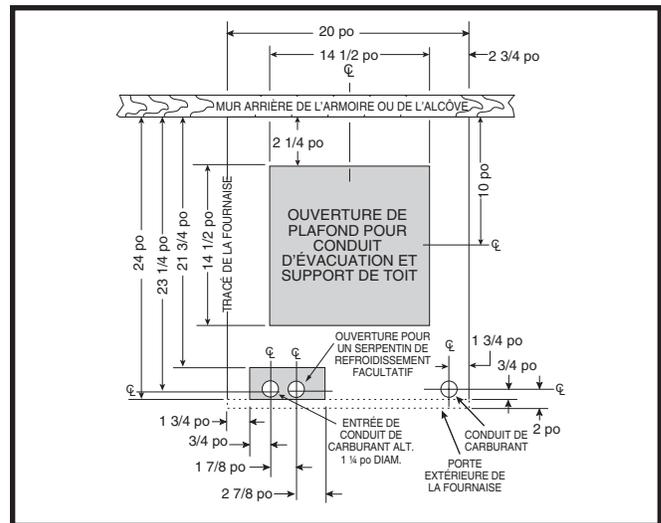
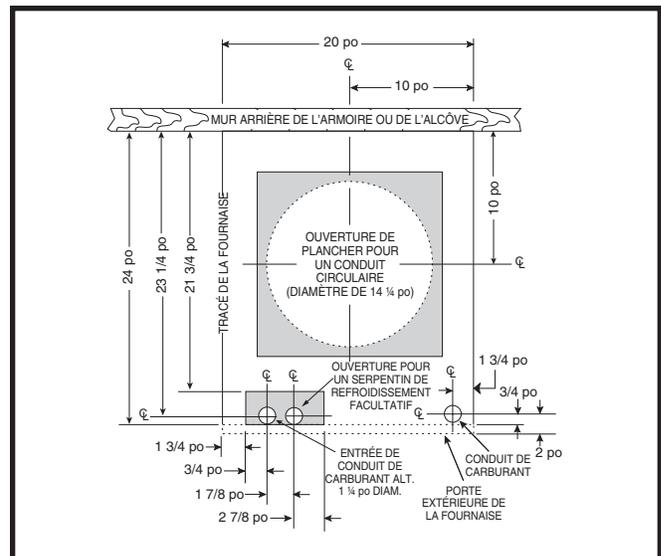

Figure 6. Dimensions du trou pour les raccords de conduits standard
Figure 7. Dimensions du trou pour les raccords de conduits circulaires
Les ouvertures dans le plancher et dans le conduit de carburant doivent être positionnées soigneusement pour prévenir les erreurs d'alignement entre la fournaise et les conduits d'aération. Pour positionner les conduits standard, consultez la Figure 6. Pour les conduits circulaires, consultez la Figure 7.
2. En utilisant la ligne centrale comme point de départ, tracez le reste du trou pour les conduits en fonction des dimensions montrées dans la Figure 6 ou la Figure 7.
- Mesurez et percez un trou de gaz et une ouverture pour le serpentin de refroidissement (s'il y a lieu). Consultez la Figure 6 ou Figure 7.